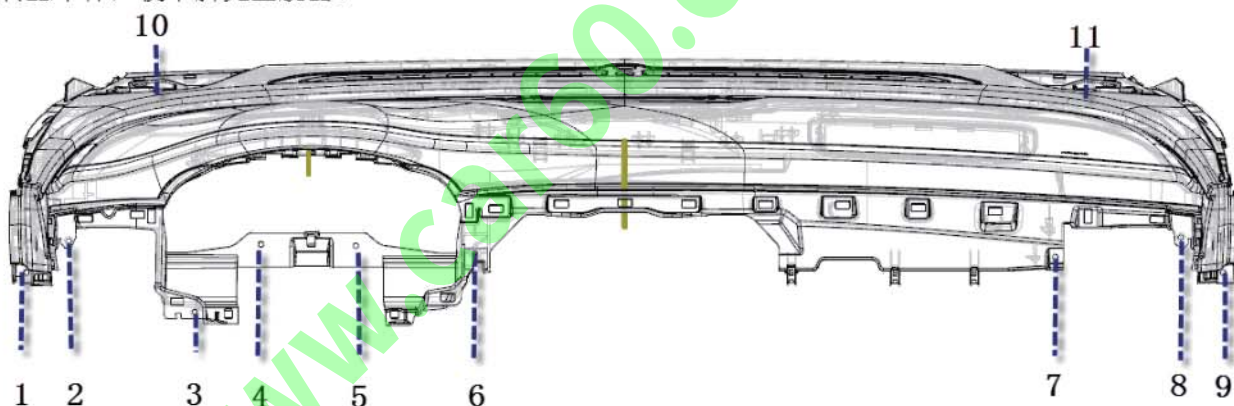

图1-27仪表板上本体安装结构示意图
(1) 拆卸上本体总成前需先将组合仪表罩, 组合仪表, 组合开关罩, 中盖板, 左、右装饰盖板, A 柱上护板, A 柱上护板盖板, 主、副驾安全气囊等件拆除, 并断开连接在仪表板上本体上的接插件;
(2) 用套筒拆卸仪表板上本体左右共两个六角头螺栓和大垫圈组合件(图中第 10 和 第 11 个安装点: Q150B0620T1F61K+Q40206);
(3) 用十字螺丝刀拆卸 9 个十字槽大半圆头自攻螺钉(图中安装点 1-9: Q2734216F3A);
(4) 用头部缠绕柔性胶带(或其它柔性产品)的一字螺丝刀小心撬起图 1-27 所示的三个卡扣, 当所有卡扣都已脱开时, 缓慢向上翻转上本体, 使卡脚完全脱出。
(5) 向上旋转仪表板上本体一定角度, 将仪表板上本体总成(带空调风道)抬起, 然后将仪表板上本体取出。
(3) 然后向下旋转上本体, 注意上本体的三个卡扣卡脚(图 1-27 所示)卡入下本体, 待卡扣卡脚卡入下本体, 螺钉孔处限位柱卡入下本体, 然后拍紧卡扣;
(4) 打紧左右上角的螺栓, 然后打紧螺钉, 接插好接插件。